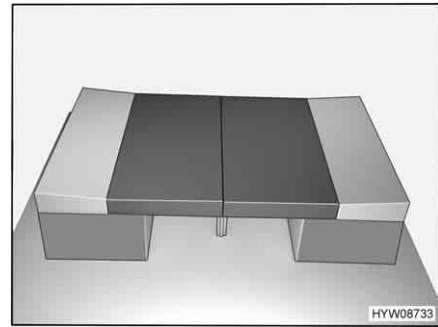

Bild 94 Nach dem Umbau
- Die Rückenpolster zwischen die Sitzpolster und die Wand legen (siehe Bild 94).